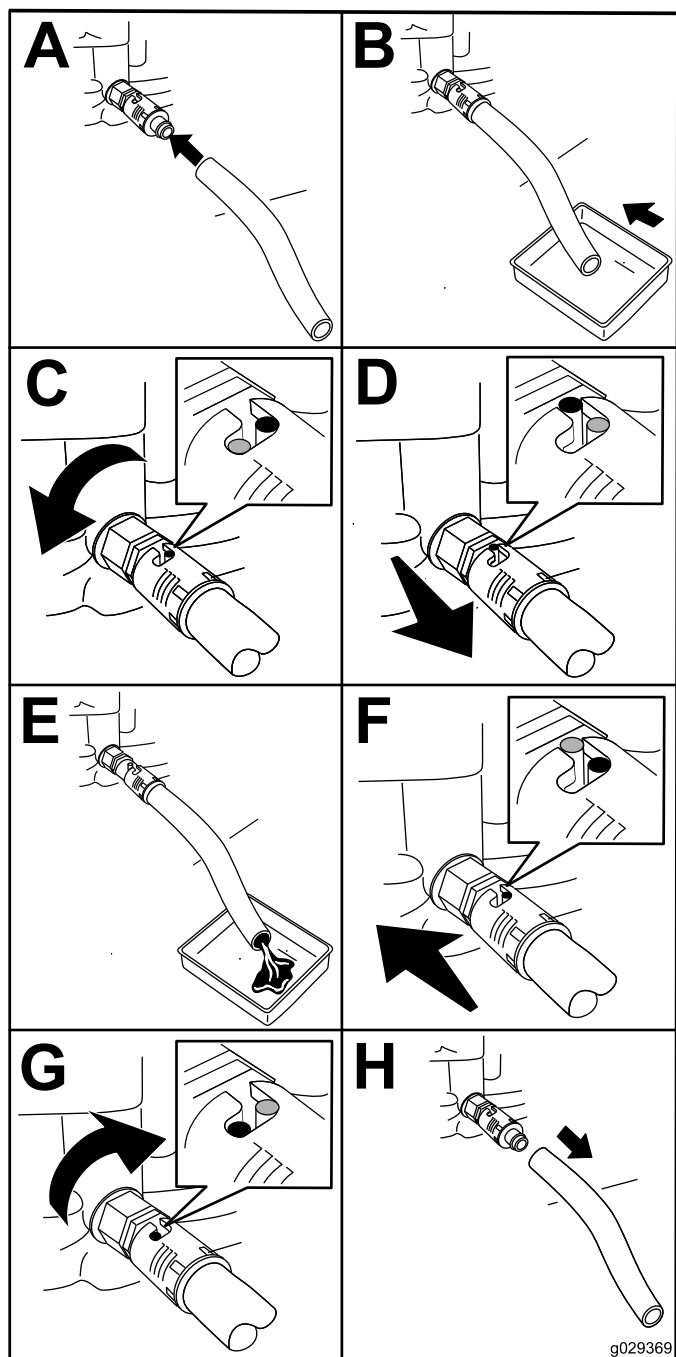

Figura 30
4. Instale o tubo de drenagem na válvula de drenagem (Figura 30).
5. Coloque a outra extremidade do tubo num recipiente adequado para óleo (Figura 30).
6. Rode a válvula de drenagem de óleo 1/4 de volta no sentido contrário ao dos ponteiros do relógio para começar a drenar o óleo (Figura 30).
7. Quando todo o óleo tiver sido drenado, rode a válvula de drenagem de óleo 1/4 de volta no sentido dos ponteiros do relógio para fechar a válvula (Figura 30).